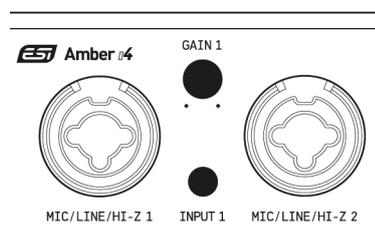
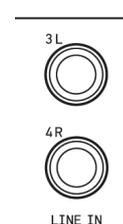

Abb.1
Abb. 2
Ihr Amber i4 verfügt über insgesamt vier analoge Eingangskanäle. Zwei MIC/LINE/Hi-Z-Combo Buchsen im XLR/TS Format auf der Gehäusevorderseite (Abb. 1) sowie zwei LINE IN (3L, 4R) Klinken-Anschlüsse (TS) auf der Rückseite des Amber i4 (Abb. 2).